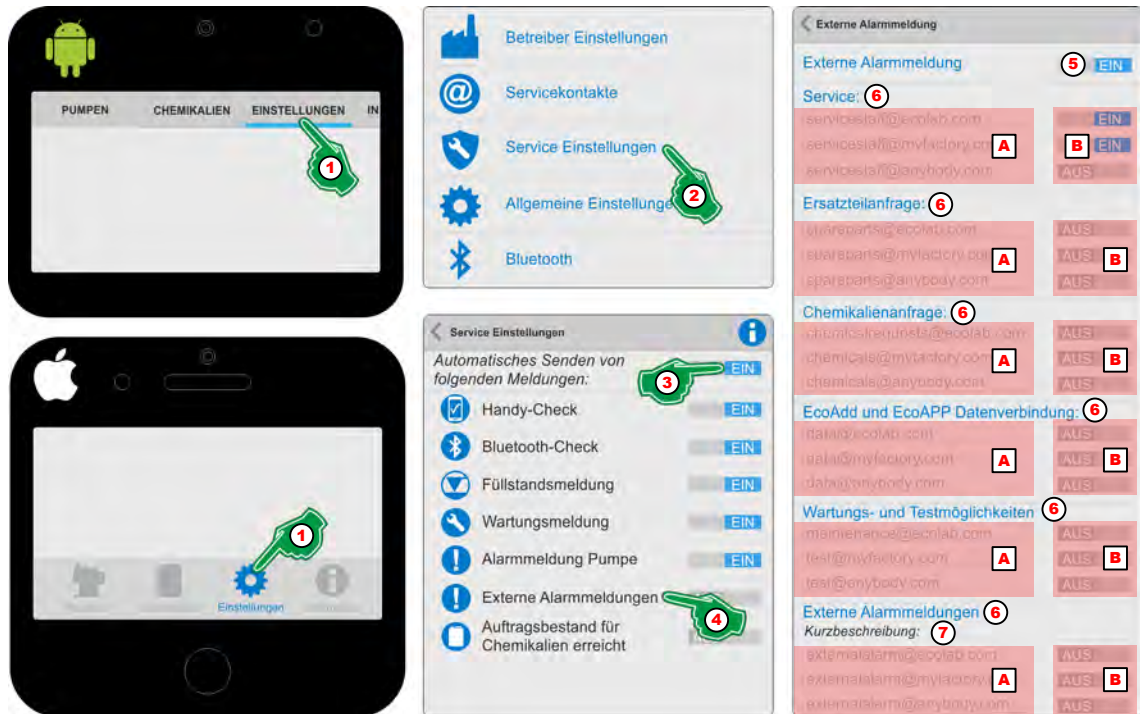

Abb. 50: „Externer Alarm“
1. ➤ [Einstellungen] (Abb. 50, Pos. 1) auswählen.
2. ➤ [Service Einstellungen]  (Abb. 50, Pos. 2) auswählen.
3. ➤ „Automatisches Senden von folgenden Meldungen“ (Abb. 50, Pos. 3) **EIN** Schalten.
4. ➤ Das Symbol oder die Bezeichnung „Externer Alarm“  (Abb. 50, Pos. 4) auswählen.
5. ➤ „Externer Alarm“ (Abb. 50, Pos. 5) **EIN** Schalten.
6. ➤ Gewünschte Servicekontakte (Abb. 50, Pos. A) **EIN** (Abb. 50, Pos. B) Schalten.
7. ➤ Zur Anzeige von Fehlern bei Verwendung einer externen Steuerung (Abb. 50, Pos. 7) eine Kurzbeschreibung (Abb. 50, Pos. 8) zur Identifikation vergeben.